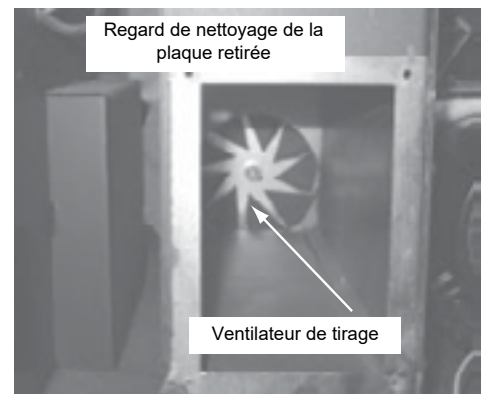

Figure 21.3
- c. Utilisez un petit aspirateur pour nettoyer la zone (**Figure 21.3**).